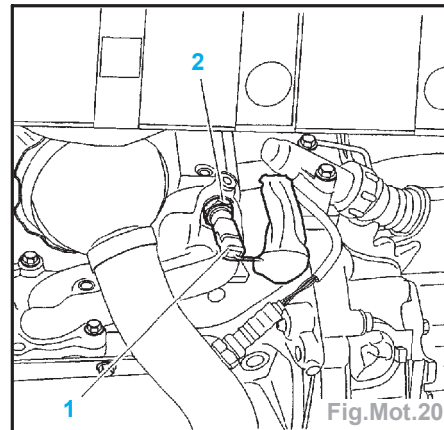

Fig.Mot.20
- Déposer le manomètre de pression d'huile (2) (Fig.Mot.20).